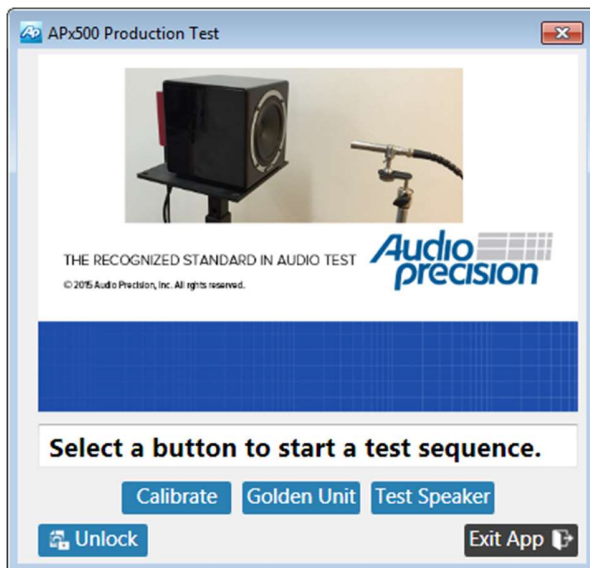

図 39. 実稼働テスト モードのユーザー インターフェイス (実稼働テストメイン メニューとも呼ばれます)。
- ・ テストオペレータ向けの非常に単純な UI: 各シーケンスのボタンとオプションのバナー画像を備えた単純なダイアログ ウィンドウで構成される実稼働テストのメイン「メニュー」(図 39 など)。